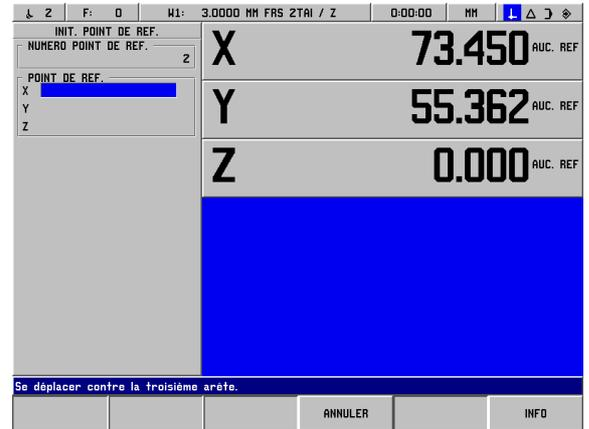
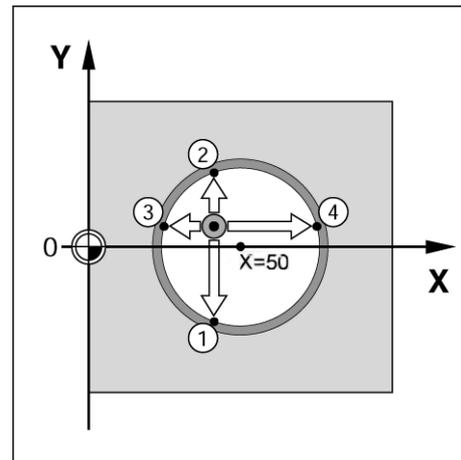

fig. I.25 Initialiser le centre d'un trou comme point de référence
fig. I.26
**Exemple: Palper le centre d'un trou avec le palpeur d'arêtes et initialiser ce centre comme point de référence. Le centre du trou est situé à X = 50 mm. Cf. fig. I.25 & fig. I.26.**